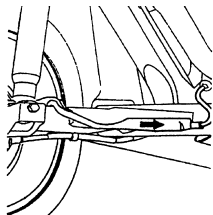

图 1-30 取下转速传感器导线保护罩
- 3)按图 1-30 箭头所示方向取下后梁上的转速传感器导线保护罩,拉出导线和导线插头。